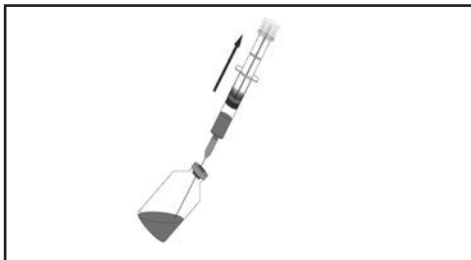

Abbildung 2a.
- 2.1 Die erforderliche Menge des Medikaments aus dem jeweiligen Behälter in die Spritze überführen, indem die Lösung mithilfe der angebrachten sterilen Nadel in die Spritze aufgezogen wird (Abbildung 2a). Für eine bessere Durchmischung eine kleine Luftblase (maximal 1 ml) in der Spritze belassen.